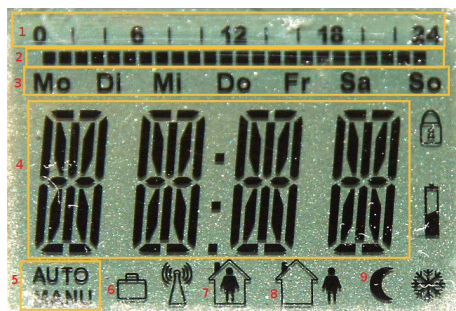

Abbildung 1: Elemente des LC-Displays
Das LC-Display gliedert sich in mehrere Bereiche bzw. Elemente, die in Abbildung 1 dargestellt sind.
- **Uhr** Diese Taste hat derzeit keine Funktion. Die Uhrzeit wird in der Standard-Darstellung abwechselnd mit der Ist-Temperatur in der Hauptanzeige (Nr. 4 in Abbildung 1) angezeigt.
In diesem Menü wird zwischen manueller Betriebsart (Anzeige **MANU**) und automatischer Betriebsart (Anzeige **AUTO**) umgeschaltet. Beim Drücken der Taste **OK** wird die Betriebsart entsprechend gewechselt. Die Anzeige Nr. 5 in Abbildung 1 zeigt die aktuell wirksame Betriebsart an. Beim Wechsel auf Automatik-Modus wird anschließend die Soll-Temperatur entsprechend dem aktuellen Tag und Uhrzeit gemäß Temperaturprofil aktiviert. Beim Wechsel auf manuellen Modus bleibt die zuletzt wirksam gewesene Soll-Temperatur eingestellt.
In den Untermenüs werden der Reihe nach die Temperatur für „zu Hause“, „außer Haus“ und „Nacht“ in Schritten von 0,5 K festgelegt. Dabei wird das jeweilige Symbol (Nr. 7, 8 und 9 in Abbildung 1) eingeblendet. Die Festlegung des ausgewählten Wertes erfolgt mit der OK-Taste, danach wird zum nächsten Wert weitergeschaltet.
Die Urlaubsfunktion wird aktiv, sowie alle drei Werte (Jahr, Monat und Tag) eingestellt worden sind. Während des Einstellens wird die Anzeige für den Wochentag (Nr. 3 in Abbildung 1) entsprechend des gewählten Datums für das Urlaubsende aktualisiert.
Als Hinweis auf die aktive Urlaubs-Funktion wird das Symbol Nr. 6 in Abbildung 1 angezeigt.